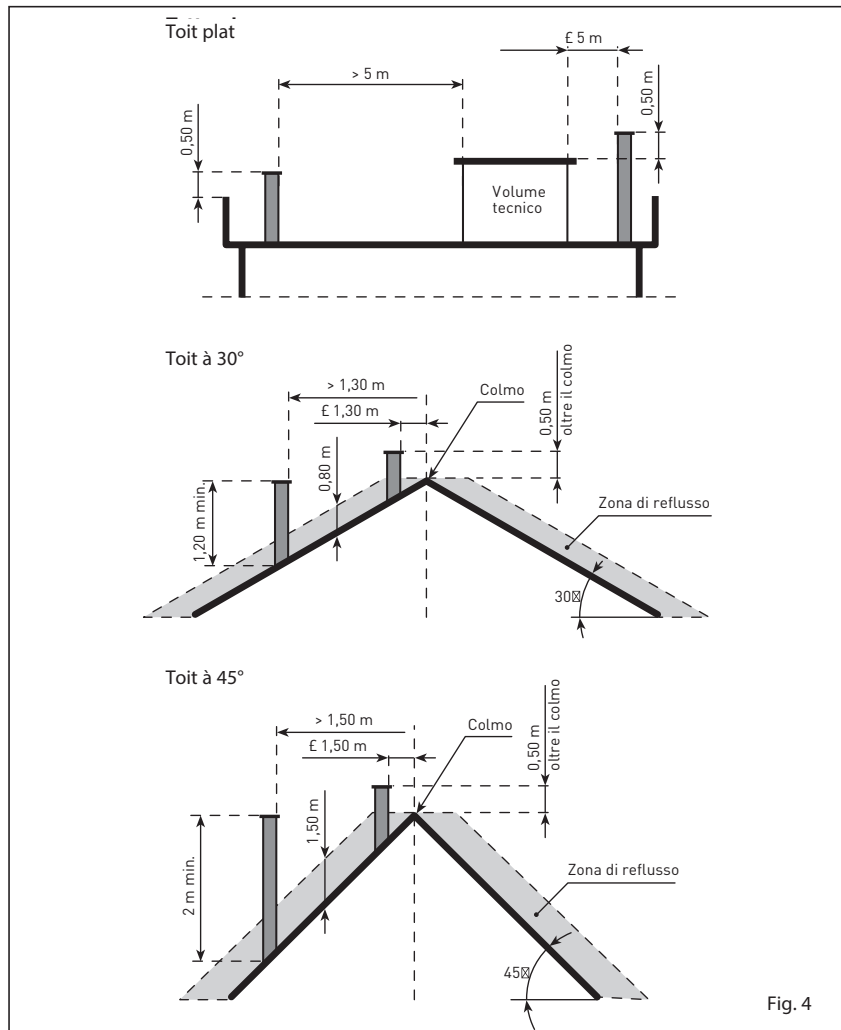

Fig. 4
2.5 CONDUIT DE CHEMINEE (fig. 4)
- être équipée en son sommet d'un faite, dont l'embouchure doit se trouver en dehors de ce que l'on qualifie de zones de reflux, afin d'éviter la formation de contre-pressions qui entravent la bonne évacuation dans l'atmosphère des produits de la combustion. Il est donc nécessaire de respecter les hauteurs minimums qui sont mentionnées dans la figure 4;